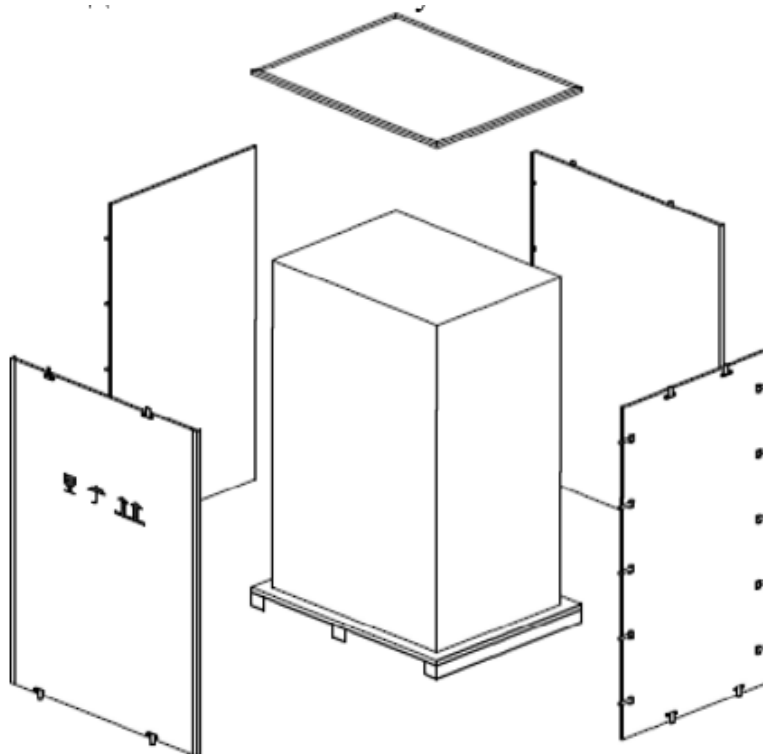

Рис. 3-4 Снятие упаковки
3. Снимите защитный пенопласт вокруг ИБП. (см. Рис.3-4)..